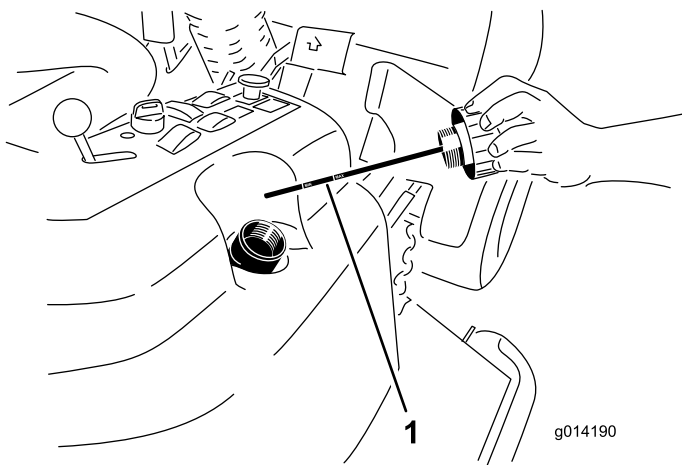

Figura 48
2. Retire el tapón de llenado de aceite hidráulico (Figura 48) del cuello de llenado.
3. Retire la varilla y límpiela con un paño limpio (Figura 48).
4. Introduzca la varilla a fondo en el cuello de llenado; luego retírela y compruebe el nivel del aceite (Figura 48).